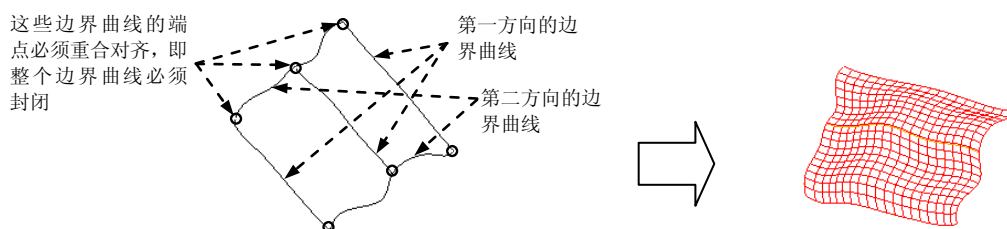

图 6.2.11 创建边界曲面
下面以图 6.2.11 为例介绍创建边界混合曲面的一般过程。
Step3. 定义第一方向的边界曲线。按住 **Ctrl** 键，分别选取图 6.2.11 所示的第一方向的第一条、第二条和第三条边界曲线。